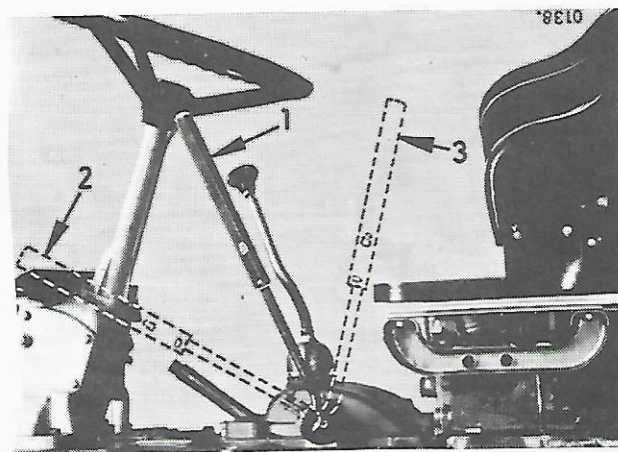

Fig. 25
- Placez le levier d'Agromatic au point mort (1, fig. 25).
- Avancez lentement le levier d'Agromatic vers la position gamme "champ" (2, fig. 25). Il n'est pas nécessaire d'utiliser l'embrayage.
- Déplacez lentement le levier d'Agromatic vers le point mort (1, fig. 25) jusqu'à ce que l'embrayage à disques multiples commence à patiner ce qui se traduit par une réduction de la vitesse d'avancement. Si le mouvement du levier est poursuivi, le tracteur s'arrêtera (point mort).